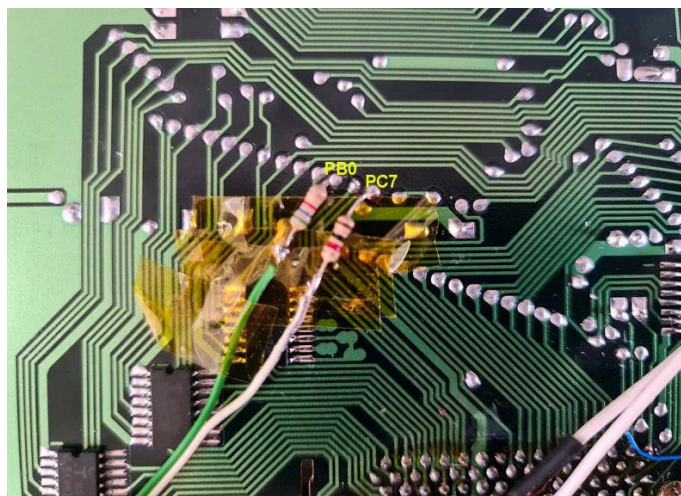
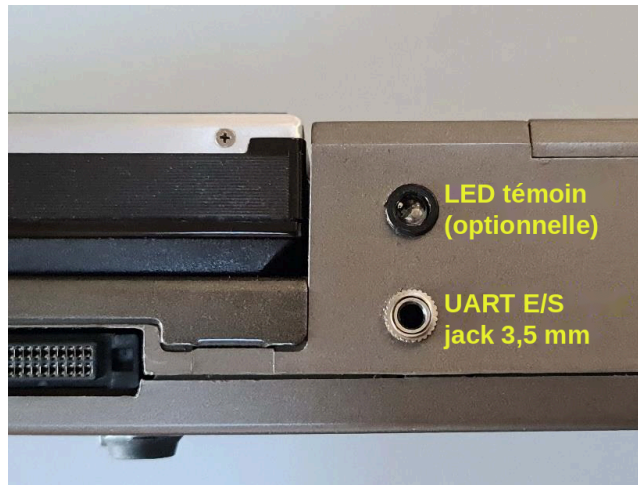

Fig. 5 Gros plan sur les fils et les résistances soudés aux points PB0 et PC7
Fig. 6 Jack UART sur le panneau arrière de la CE-150 et LED facultative
2. Soudez un câble à 3 conducteurs : (1) à la masse (GND) de la carte, (2) au point PB0 au travers d'une résistance de 1 à 10 k Ω , (3) au point PC7 au travers d'une résistance de 1 à 5 k Ω . Les points sont indiqués sur la fig. 5. Soudez l'autre extrémité du câble à une embase, par exemple un jack stéréo de 3,5 mm, et fixez-la à un emplacement libre du boîtier (voir la fig. 6). Notez quel contact correspond à quoi, par exemple : pointe = TX (PC7), bague = RX (PB0), corps = GND. Vous pouvez aussi simplement sortir de l'interface des fils plus longs, sans embase : c'est moins élégant, mais tout aussi fonctionnel.
3. Outre le jack, la fig. 6 montre une LED rouge-verte qui indique l'état des lignes RX et TX. Elle est facultative. Si vous l'ajoutez, utilisez une LED à haut rendement, afin qu'un très faible courant suffise à allumer les parties rouge et verte sans trop charger les lignes du port. J'ai utilisé une LED RVB (partie